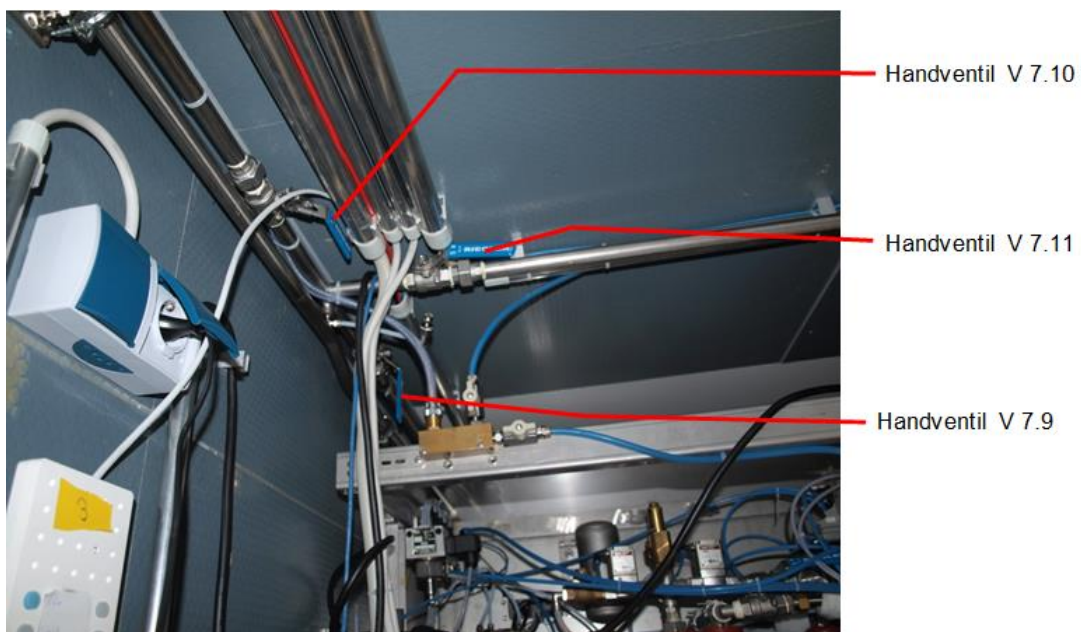

Abb. 5: Handventile VE-Wasserzulauf
- ♦ Schließen Sie die drei Kugelhähne für den VE-Wasserzulauf (Abb. 5).
- ♦ Öffnen Sie die Kugelhähne für den VE-Wasserzulauf (Abb. 5).
- ♦ Schalten Sie den Hauptschalter an Sterilisator (1) wieder ein.
- Die VE-Wasserzufuhr ist abgesperrt, die Handventile V7.9, V7.10 und V7.11 sind geschlossen (siehe Abb. 5:).
- ◆ Schalten Sie den Hauptschalter am Sterilisator (1) aus.